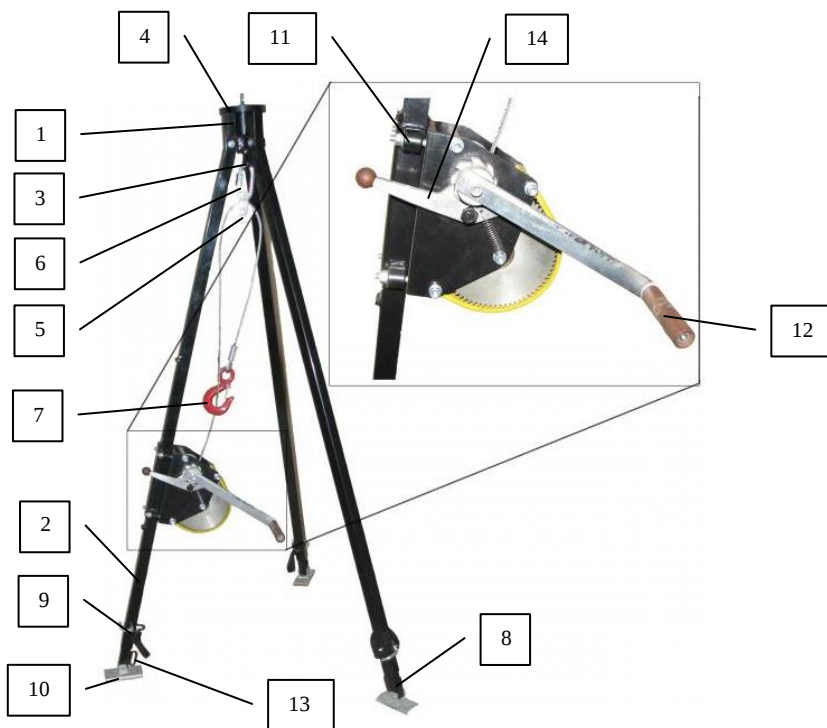
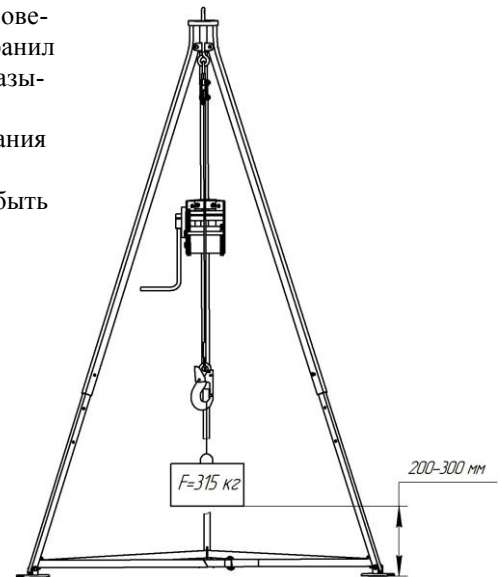

Рис. 1
Рис. 2:
Трипод ТМ-1л представляет собой переносной, временный элемент постоянной конструкции (см. рис.1). *Штатив* служит опорой средствам индивидуальной защиты. *Лебедка* является подсистемой спасательной системы, с помощью которой человек поднимается спасателем из нижнего положения на более высокое. Трипод ТМ-1л относится к группе средств защиты от механических воздействий, подгруппе защиты от падения с высоты. Класс риска 2, климатический регион от IА до IV.
Трипод ТМ-1л состоит (см. рис.1) из штатива и лебедки. Головная часть штатива состоит из несущей втулки с тремя кронштейнами (1), в которые шарнирно установлены стойки (2). Внутри втулки установлен центральный винт (3) с верхним резьбовым концом, предназначенным для установки фиксирующей крышки (4), и кольцом, в которое посредством соединительного элемента (6) установлен блок (5). Трос лебедки (если она есть в комплекте) должен быть перекинут через блок (5) и находится в его ручье. На конце троса установлен карабин (7) для присоединения амортизатора или нагрудного, или наспинного крепежного элемента страховочной или спасательной привязи.
Стойки штатива выполнены из металлических прямоугольных труб и состоят из двух частей (см. рис. 1): внешней (2) (верхней) и внутренней (8) (нижней). Телескопическая конструкция стоек делает возможной регулировку высоты трипода. Блокировочные штифты (9) служат для фиксации внутренних частей стоек, выставленных из внешних частей стоек на необходимую рабочую длину. Фиксирующая крышка блокирует стойки и служит для удержания их в раздвинутом положении. Стойки штатива имеют стальные подвижные самоустанавливающиеся подошвы (10), снабженные зубьями, которые предотвращают перемещение стоек при установке на скользкой, например, обледенелой поверхности. Лебедка крепится к штативу посредством двух кронштейнов (11). Работник, обслуживающий лебедку, с помощью вращающейся рукоятки (12) опускает или поднимает работника, закрепленного к карабину троса лебедки, одновременно подстраховывая его при возникновении какой-либо опасной ситуации. Конструктивные особенности и устройство лебедки указаны в паспорте на лебедку. Предохранительная лента (на рисунке не показана), проведенная через овальные кольца (13) нижней части стоек штатива, предотвращает неконтролируемое передвижение стоек.
4. Указания по эксплуатации: перед вводом в эксплуатацию и в процессе эксплуатации через каждые 6 мес. потребитель должен подвергать трипод испытанию на статическую нагрузку, равную 3,15 кН (315 кгс), по следующей методике (рис. 2): трипод должен быть установлен в верхнее рабочее положение - максимальная высота - внутренние стойки выдвинуты на последние регулировочные отверстия, расставлены и зафиксированы, канат лебедки перекинут через блок и находится в его ручье. Нагрузка 3,15кН (315кг), должна прикладываться к крюку чалочному лебедки, а в случае, когда трипод не укомплектован лебедкой, к блоку (поз.5, рис. 1). Ручей блока рассчитан на установку каната диаметром 5 мм. Если применяется испытательный груз, он должен быть поднят на высоту 200-300 мм. Время проведения испытания 10 мин. Допускается применение других схем испытаний (закрепление карабина лебедки через крепежные скобы динамометра к анкерному фундаментному болту и т.п.) при соблюдении величин и направлений приложения испытательных усилий.
Работа с лебедкой: вращение рукоятки лебедки против часовой стрелки, когда нажат рычаг отключения тормоза (поз. 14, рис. 1) - при опускании работника вниз; при подъеме работника вверх - вращение рукоятки по часовой стрелке и наматывание троса на барабан. После прекращения вращения рукоятки тормозной механизм не допускает вращения барабана лебедки. При подъеме и опускании работника необходимо не допускать раскручивания его вокруг вертикальной оси или маятниковое раскачивание. Работник, опускающийся в колодезь или другое сооружение, должен иметь возможность общаться с работником, приводящим лебедку трипода в действие для того, чтобы в случае возникновения опасности, его можно было немедленно эвакуировать. При опускании работника на максимальную длину троса лебедки необходимо оставлять, как минимум, 1,5 оборота троса на барабане не размотанными. При холостой размотке троса необходимо подтягивать его рукой, т.к. лебедка не оснащена механизмом натяжения каната.